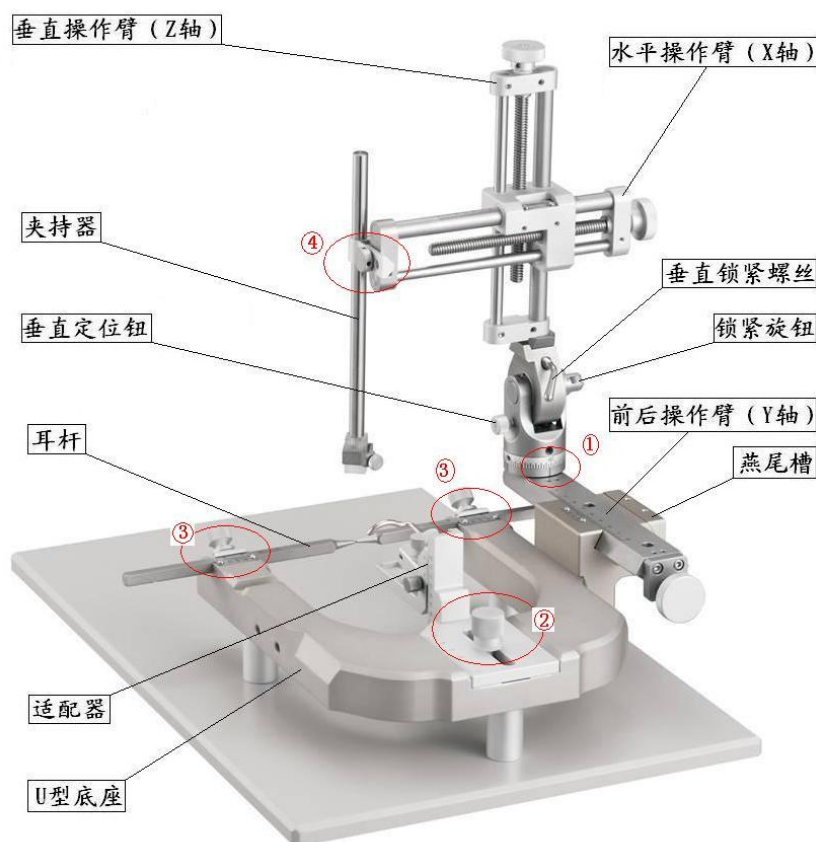

图 1 定位仪的结构与安装示意图
1. 开箱后，首先请仔细阅读此说明书，打开包装检查物品是否齐全、完好，若发现有少件或不良物品，请立即与我公司联系（以下安装步骤如图 1 所示）；
2. 首先，松开“十”字操作臂（X/Z 臂）最下端的弯头锁紧螺丝，将“十”字操作臂安装在前后操作臂（Y 臂）底座上（如图①），并使“十”字操作臂支座“0”刻度线与底座上的竖线对齐；
4. 动物适配器安装于 U 型底座上，用旋钮固定。松开旋钮，适配器可向前或向后调整位置（如图②）；
5. 耳杆放置于 U 型底座左右两槽中，使耳杆上的刻度线朝向外，便于实验人员读数和平衡位置（如图③）；
6. 夹持器可通过其上的 V 型连接头安装在定位仪 Z 臂上，夹持器的上下高度可用内六角扳手调整（如图④）。